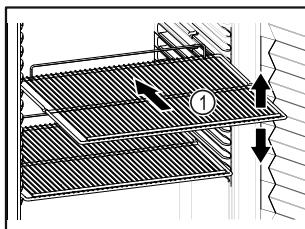

Fig. 71 例图
- 如果存放格栅 Fig. 71 (1) 可移动,则根据高度进行调整。